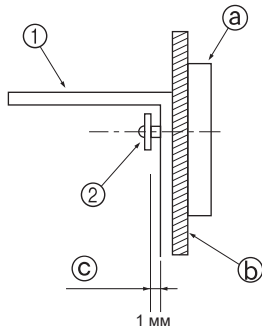

Fig. 3-4
- Спочатку приставте скобу до стіни, а потім затягніть гвинт так, щоб скоба могла ковзати вгору і вниз. (Fig. 3-4)
- ① Скоба для стійкості
- ② Самонарізний гвинт
- ③ Рейка
- ④ Матеріал поверхні стіни
- ⑤ Проміжок близько 1 мм